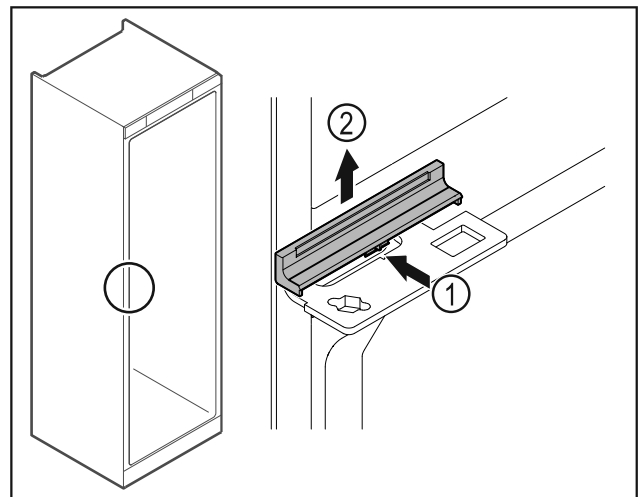

Fig. 48
- ▶ Afdekking Fig. 48 (1) in het midden iets indrukken en naar boven toe verwijderen Fig. 48 (2).